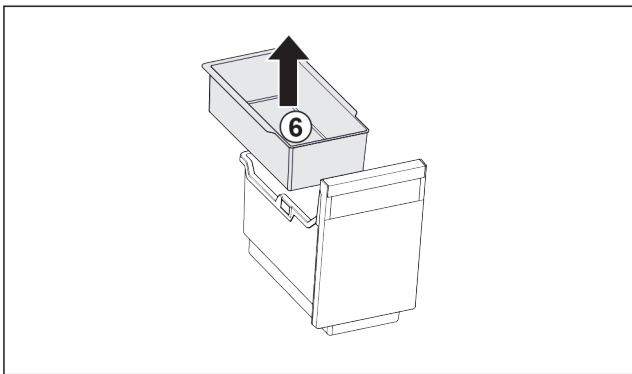

Fig. 100
- ▶ Einhängeschale Fig. 100 (6) entnehmen.